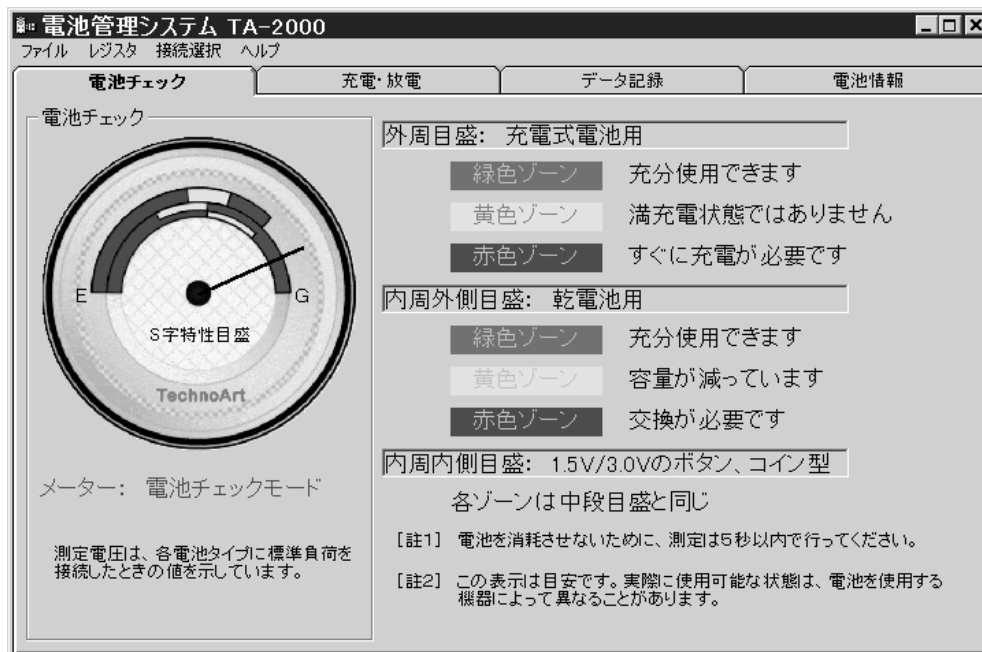

図 2 . デフォルト画面 (電池チェック)
1. 初期化が終了すると、デフォルトで図 2 のような電池チェック画面が表示されます。画面左上の「ファイル」、「レジスタ」、「接続選択」および「ヘルプ」をクリックすると、ドロップダウンメニューが現れますが、機能制限版ではファイルとヘルプ以外は使用できません。基板上の SW1 を電池チェック側に切り替えます。この図は電池電圧が 1.5V の時の動作状態の画面です。
3. 図 2 . は、一次電池端子に 1.5V の電池を接続したときの表示ですが、メータは 1.8V で制限されていますので、このレンジを超えた電圧を加えたときには、赤字の「メータ： 電池チェックモード」が「このメータは電池チェック専用です。」に切り替わり、メータは E (ゼロ) になります。電池電圧としては扱われませんが、メータがゼロになっても、 の充電・放電画面で電圧値を読みとることが出来ます。ただし 1 次電池用の負荷抵抗は 1.5V の電池用ですので、回路図の抵抗を取り外す必要があります。